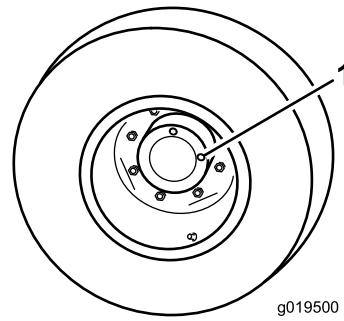

図 73
1. 水平な床面で、点検プラグ（図 73）の1つが時計の 12 時を指し、もうひとつが 3 時を指すように駐車する。
2. 3時の位置にあるプラグを外す（図 73）。オイルが点検穴の下のふちまであれば適正である。